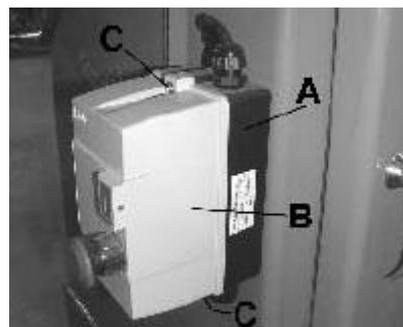

Рис. 7 Установка магнитного
1) Магнитный переключатель (А) (Рис. 7) устанавливается с правой стороны шкафа под переключателем направления.